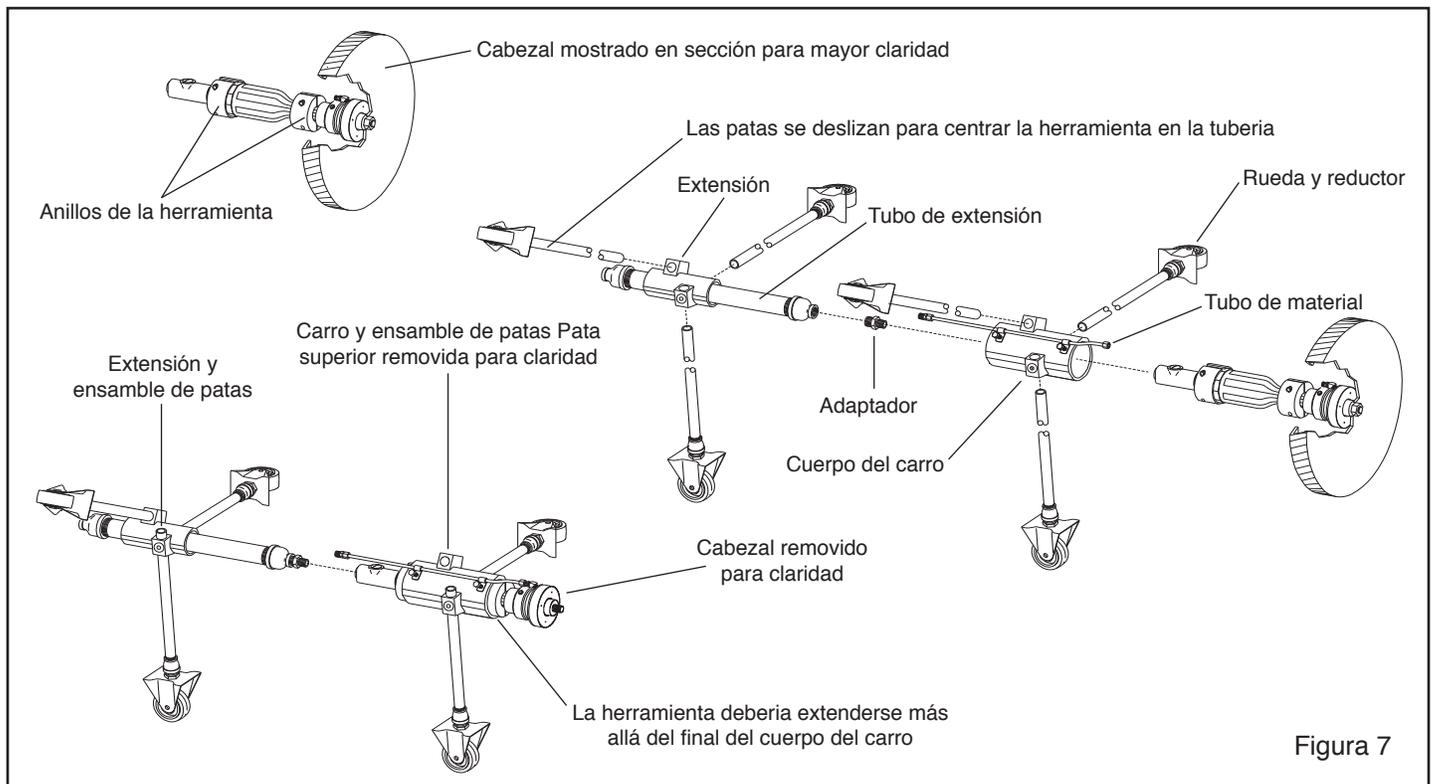

Figura 7
2.2.5 SK-4896, carro de 48" a 96", Figura 7
2.2.5.2 Inserte la herramienta en el cuerpo del carro como se muestra en la Figura 7; alinee la tuerca de compresión del tubo de material con el conector compatible en la herramienta, asegurándose que el frente del anillo de la herramienta se extienda más allá del cuerpo. Apriete la tuerca del tubo de material y luego apriete los tornillos para asegurar el carro a la herramienta.